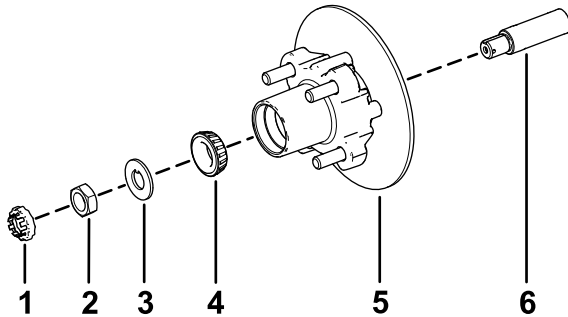

Figure 37
1. Appliquez une fine couche de la graisse spécifiée sur la fusée (Figure 37).
2. Montez le moyeu et le rotor sur la fusée en plaçant le rotor à l'intérieur (Figure 37).
3. Montez le roulement extérieur sur la fusée et poussez le roulement contre la bague (Figure 37).
4. Montez la rondelle-frein à languette sur la fusée (Figure 37).
5. Vissez l'écrou de fusée sur la fusée et serrez l'écrou à 15 N·m tout en tournant le moyeu pour bien asseoir le roulement (Figure 37).
2. Alignez les plaquettes de frein de chaque côté du rotor (Figure 33) et alignez également les trous dans le support d'étrier et ceux de la fixation du frein sur le porte-fusée (Figure 37).